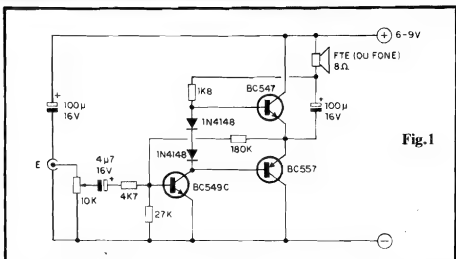

Fig. 1
- **FIG. 1 - DIAGRAMA ESQUEMÁTICO DO CIRCUITO** - A estrutura já é bem conhecida dos Hobbystas "veteranos" e, em sua essência, é modernamente muito utilizada em Amplificadores de **alta Potência** (obviamente com transistores "pesados" e mais componentes nas suas redes de polarização, compensação, etc.). Entretanto, mesmo a partir dos modestos representantes da "família BC", é possível organizar-se um circuito funcional, de ótimo desempenho, (sempre considerando que não queremos "quebrar vidraças" com o som final...). O primeiro transistor, um BC549C (alto ganho, baixo ruído...) realiza a pré-amplificação dos sinais, polarizado basicamente pelo resistor de 27K ao **negativo**, e recebendo a polarização automática, na forma de realimentação controlada, a partir da própria Saída do circuito, via resistor de 180K. Um resistor de 4K7 à **base** desse primeiro transistor, realiza uma limitação prévia nos sinais, cujo percurso é feito através do capacitor de Entrada, de 4u7 (que permite a livre passagem de ampla gama de Frequências de áudio, mas não deixa "passar" CC, o que "bagunçaria" a cuidadosa polarização do BC549C...). No dimensionamento inicial dos sinais, um simples potenciômetro de 10K (com ou sem chave - VER TEXTO e FIGURAS...) ajusta o nível, determinando o volume final do som... Todo o "truque" de simplificação do circuito, contudo, reside no arranjo em "totem" do par complementar (um BC547, NPN, e um BC557, PNP...) de Saída, com os **emissores**, "emendados", oferecendo um caminho de baixa impedância para entrega do sinal já amplificado ao alto-falante, via capacitor de bloqueio de CC (100u). As **bases** de ambos os transistores desse estágio, são excitadas conjuntamente pelo **coletor** do componente de pré-amplificação (BC549C), porém contrapondo-se um "diferencial" da Tensão de polarização nos ditos cujos, pela presença dos dois diodos 1N4148 diretamente "enfileirados" (entre a **base** do BC547 e a do BC557...). Esse arranjo ultra-simples, com o auxílio de mais uma polarização/realimentação "automática" promovida pelo resistor de 1K8 (que "traz o **positivo** através da carga representada pela própria impedância/resistência do alto-falante...), permite que cada um dos dois transistores complementares amplifique apenas uma **face** do sinal, dividindo o trabalho, mantendo a dissipação geral muito baixa, e assegurando a melhor relação de **Potência/Distorção** que se pode obter com tão poucos componen-